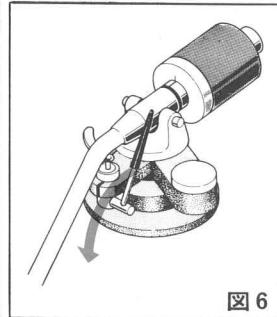

図6
- ④アームリフターを押し下げますとトーンアームはフリーの状態になります。(図6)